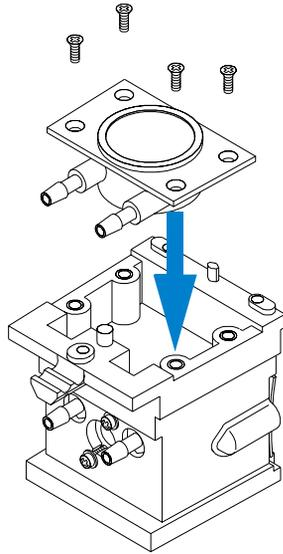

Figura 15 Installazione del modulo di agitazione della cella
- 3 Inserire il modulo di agitazione nella cavità alla base del portacella termostatabile, come illustrato dalla Figura 15.